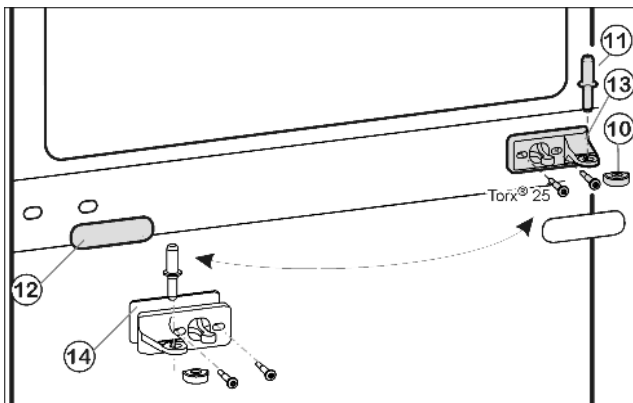
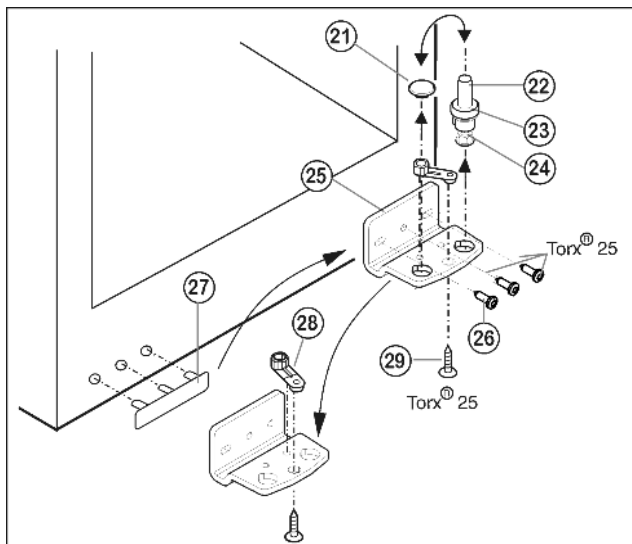

Fig. 6
Fig. 7
- ▶ Lagerbolzen Mitte Fig. 6 (11) aus dem Lagerbock und der unteren Tür herausziehen.
- ▶ Kunststoffkappe Fig. 6 (10) abziehen.
- ▶ Lagerbock Mitte Fig. 6 (13) abschrauben (2 mal Torx® 25).
- ▶ Abdeckblende Fig. 6 (12) vorsichtig abziehen.
- ▶ Lagerbock Mitte Fig. 6 (13) mit Unterlage Fig. 6 (14) um 180° gedreht auf die neue Scharnierseite fest (mit 4 Nm) anschrauben.
- ▶ Abdeckblende Fig. 6 (12) um 180° gedreht auf der neuen Griffseite wieder aufrasten.
- ▶ Lagerbolzen Fig. 7 (22) komplett, mit Scheibe Fig. 7 (23) und Stellfuß Fig. 7 (24), nach oben herausziehen.
- ▶ Stopfen Fig. 7 (21) abheben.
- ▶ Lagerbock Fig. 7 (25) abschrauben Fig. 7 (26).
- ▶ Lagerteil Fig. 7 (28) abschrauben Fig. 7 (29) und in das gegenüberliegende Aufnahmeloch des Lagerbocks umsetzen, wieder festschrauben.
- ▶ Griffseitige Abdeckung Fig. 7 (27) vorsichtig abheben und auf die Gegenseite umsetzen.
- ▶ Lagerbock Fig. 7 (25) auf der neuen Scharnierseite ggf. mit Hilfe eines Akkuschraubers fest (mit 4 Nm) wieder anschrauben.
- ▶ Stopfen Fig. 7 (21) in das anderen Loch wieder einsetzen.
- ▶ Lagerbolzen Fig. 7 (22) komplett, mit Scheibe und Stellfuß, wieder einsetzen. Dabei darauf achten, dass der Rastnocken nach hinten zeigt.
- ▶ Untere Tür von oben auf Lagerbolzen unten Fig. 7 (22) aufsetzen.
- ▶ Die Kunststoffkappe Fig. 6 (10) wieder auf den Lagerbock Mitte Fig. 6 (13) aufsetzen.
- ▶ Lagerbolzen Mitte Fig. 6 (11) auf der neuen Scharnierseite durch den Lagerbock Mitte Fig. 6 (13) in die untere Tür einsetzen.
- ▶ Obere Tür auf den Lagerbolzen Mitte Fig. 6 (11) setzen.
- ▶ Die Türen eventuell über die beiden Langlöcher im Lagerbock unten *Fig. 7 (25)* und Lagerbock Mitte *Fig. 6 (13)* fluchtend zum Gerätegehäuse ausrichten. Dazu mittlere Schraube im Lagerbock unten *Fig. 7 (25)* herausdrehen.